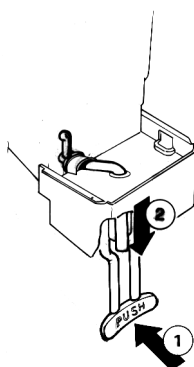

figure 15
- 4 - Pousser (1) le levier de débit et tirer vers le bas (2) le tuyau jusqu'à quand il sera bien placé (voir figure 15).